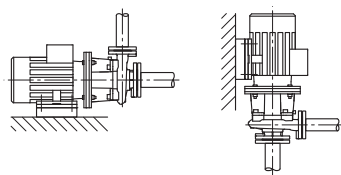
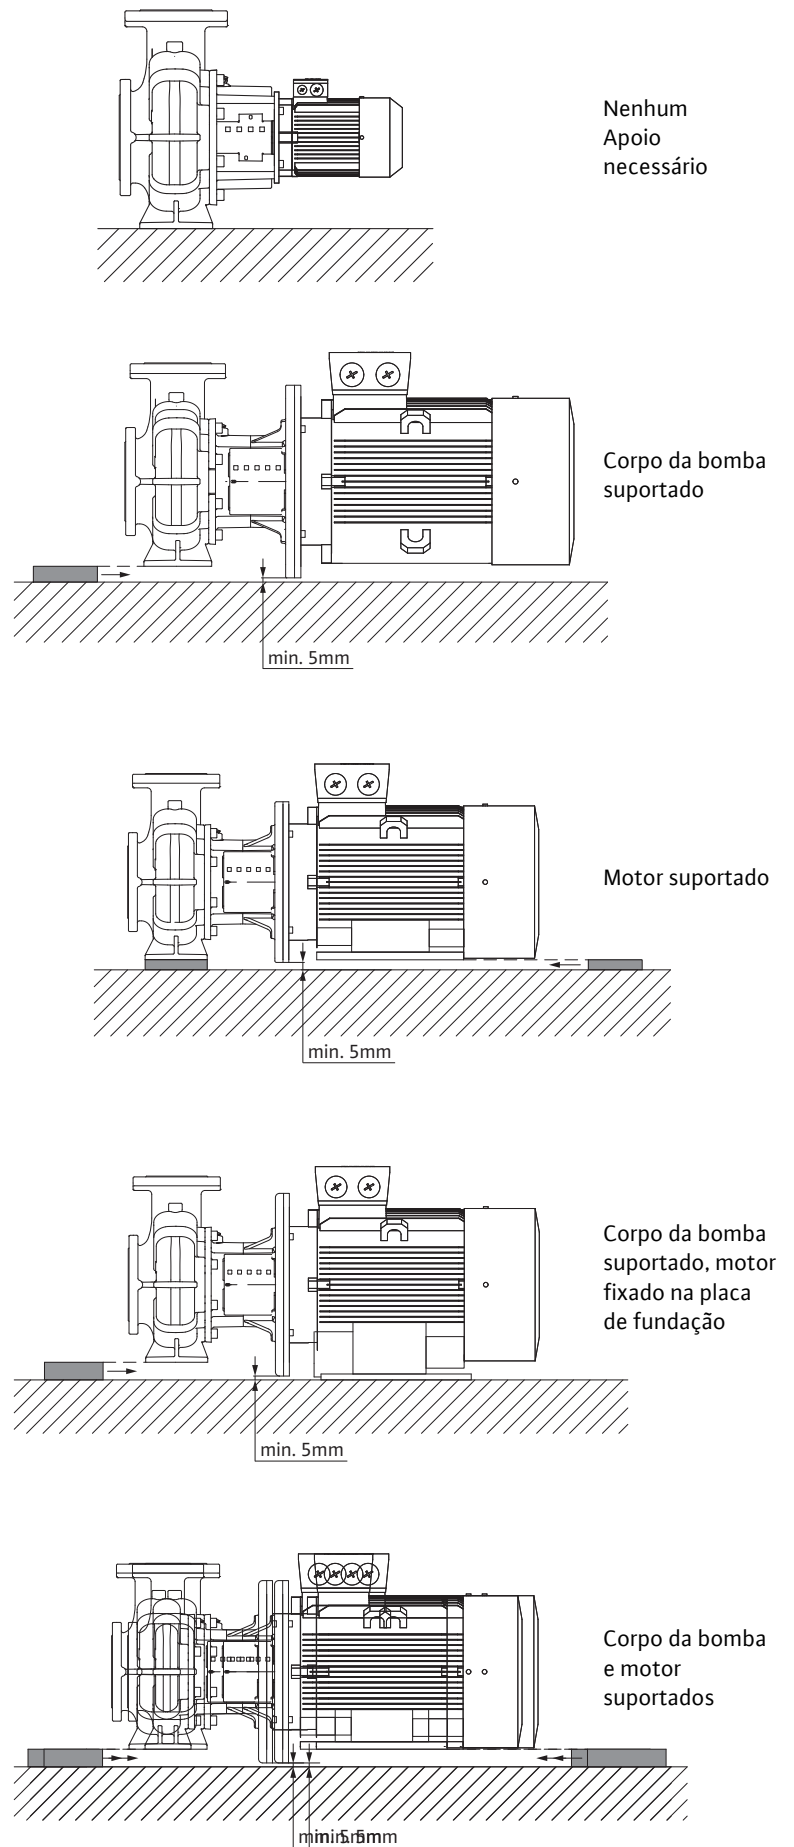

Fig. 41: Modelo BL:
Fig. 42: Exemplos de montagem BL
- As bombas monobloco da série BL devem ser instaladas sobre fundações ou bases com dimensões suficientes (Fig. 41). Em caso de bombas do tipo BL, o motor deve ser suportado a partir de uma potência do motor de 18,5 kW, ver exemplos de montagem BL (Fig. 42).